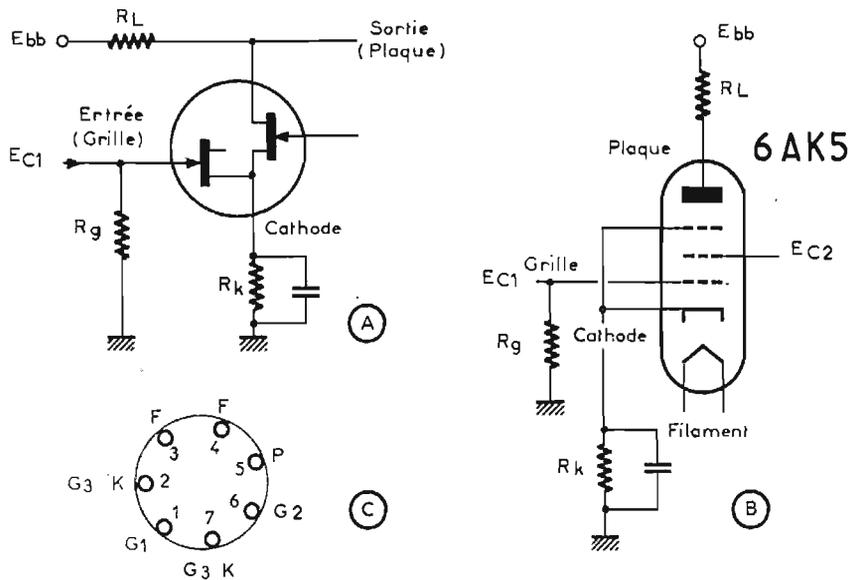

Fig. 4
A la figure 4 on a indiqué en (A) le montage du fetron et en
En réalité, dans un 6AK5, la cathode et la grille 3 sont connectées ensemble à l'intérieur et aux broches 2 et 7. Comme on le voit sur la figure 4 (C). Le culot est du type miniature sept broches et celui du fetron est évidemment le même.